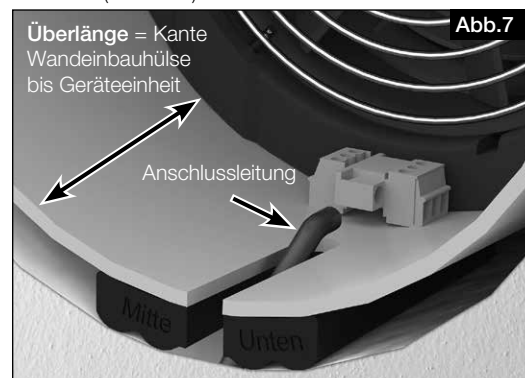

Abb. 7
1. Die Überlänge der Anschlussleitung an der vollständig eingeschobenen Geräteeinheit ausmessen und ablängen (s. Abb. 7).